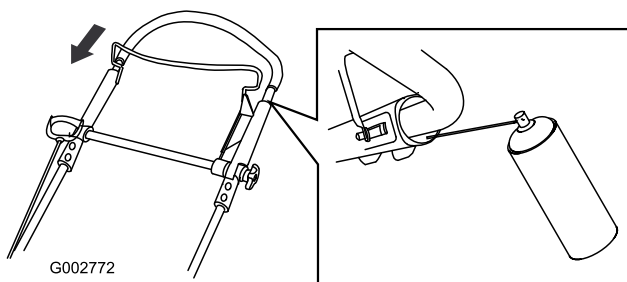

Figura 45
2. Empuje completamente hacia abajo el manillar superior y rocíe la superficie de plástico interior del manillar exterior (Figura 45).